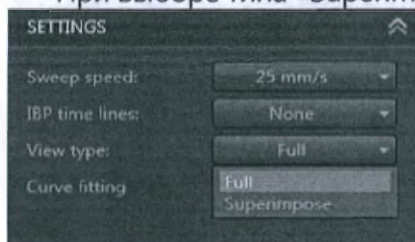

Рис. 9.11: Обзор пробы — Подгонка кривой
4) Для шаблонов P1 и P2 в списке «View type» (Тип представления) есть только два варианта «Full» (Полный) и «Superimpose» (С наложением) (рис. 9.11).